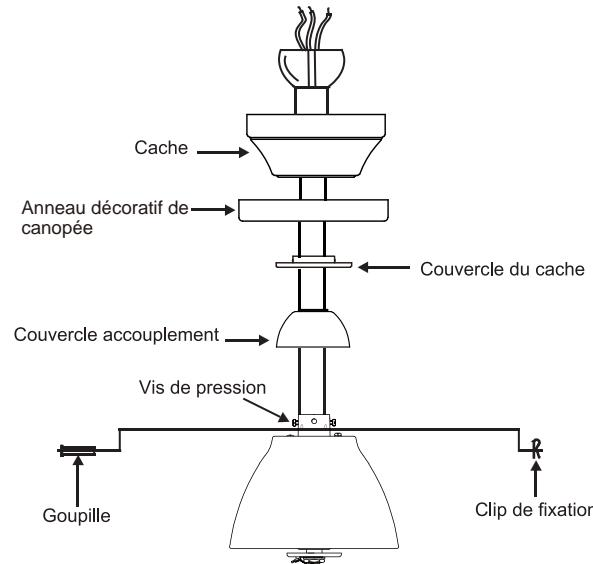

Fig. 11
Étape 9. Glissez le couvercle d'accouplement, le couvercle de la canopée, l'anneau décoratif de la canopée et le canopé sur la tige descendante. (Fig. 11)